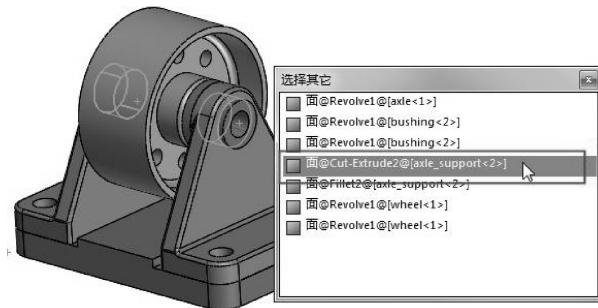

图 5-60 选择【测量到】的面
- 在属性面板中激活【测量到】收集框，然后按上步骤方法在对称的另一边选择【测量到】的面 (Axe\_support <2> 上镗孔的面)，如图 5-60 所示。